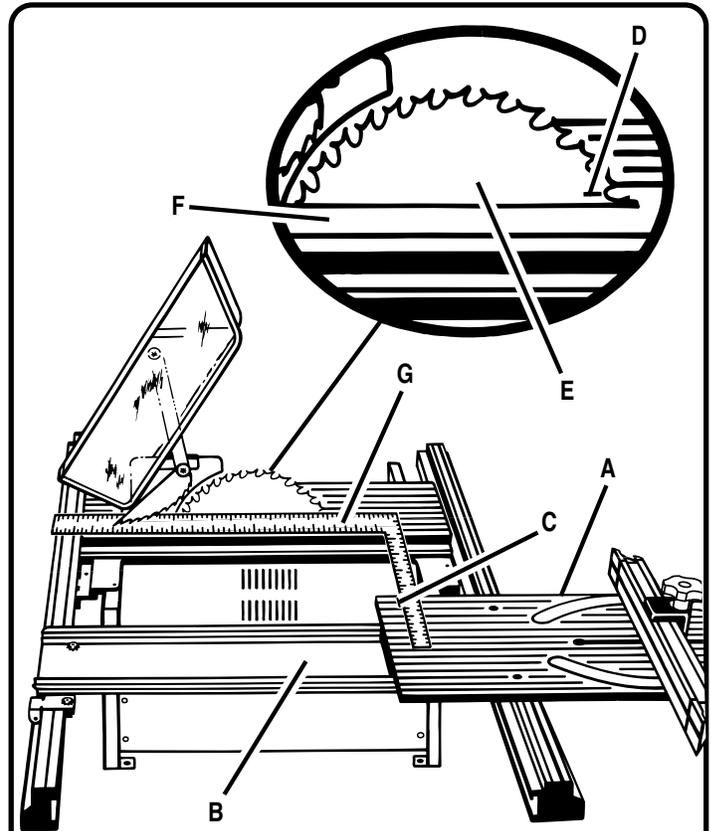

Fig. 51
- Glissez la table d'onglet (A) vers l'avant de la base (B) aussi loin que possible. Inscrivez un repère de référence (C) près de l'extrémité de la table d'onglet comme l'illustre la figure 51.